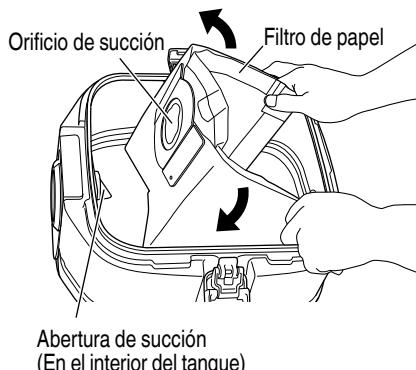

Fig. 27
- (1) Abra el filtro de papel en horizontal de forma que el orificio de succión del filtro de papel esté sobre la parte superior del tanque. (Fig. 27)